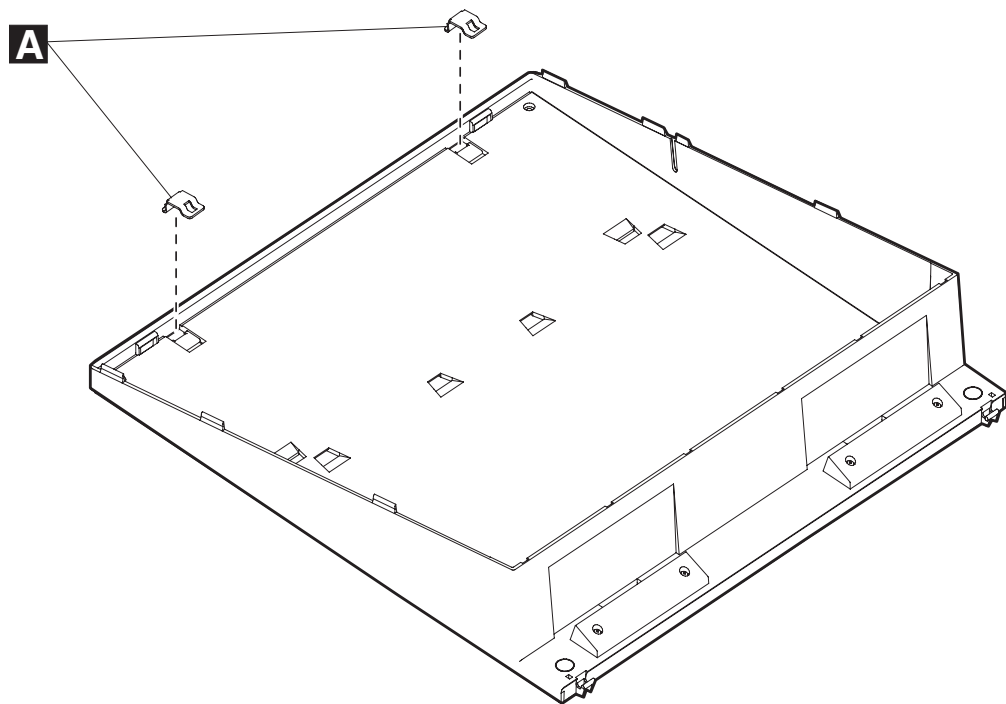

图 30. 将两个装配卡口安装到倾斜式 I/O 托架中
1. 将两个装配卡口（图 30 中的 **A**）安装到倾斜式 I/O 托架中。从 I/O 托架的里面，先插入装配卡口的后半部分，然后将前半部分推入开口。